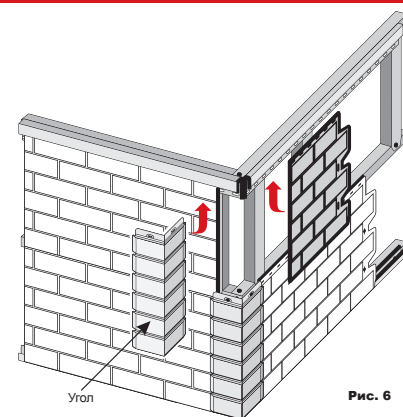

Рис. 6
- Углы необходимо устанавливать последовательно после завершения монтажа каждого ряда. (рис.6)